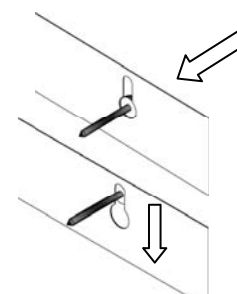

Figure 4
**ÉTAPE 3:** Positionnez les encoches en trou de serrure situées à l'arrière du cube mural sur les vis. Tirez le cube mural vers le bas pour l'asseoir en place, tel qu'illustré à la **Figure 4**.